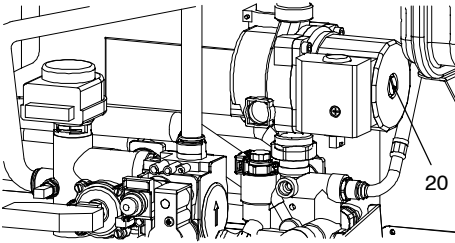

fig. 6.5
- 12 Togliere il tappo 20 in fig. 6.5 e sbloccare la pompa ruotando il rotore con un cacciavite. Durante questa operazione sfiatare la pompa.